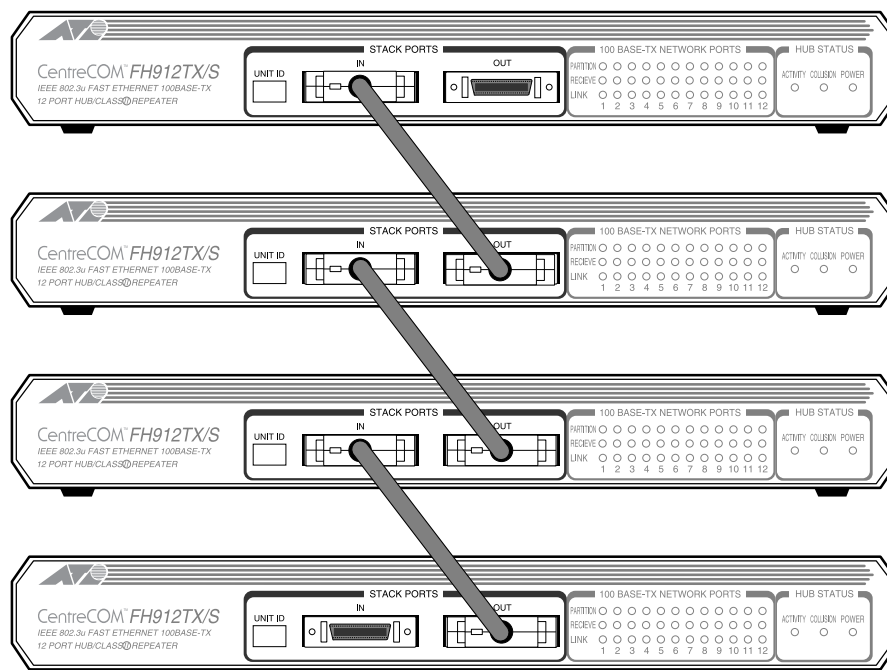

図2.2.3 FH912TX/S V2を4台接続した例
- ・ スタック接続 図 2.2.3
2. 専用のスタックケーブルを用いて、図2.2.3のように上下隣り合わせとなるFH908TX/S V2・FH912TX/S V2同士を、本体前面のSTACK PORTSの「IN」と「OUT」で接続します。(一方が「IN」の場合は、もう一方が「OUT」に、一方が「OUT」の場合は、もう一方が「IN」となるように接続し、スタック内のFH908TX/S V2・FH912TX/S V2に、この接続作業を繰り返します。